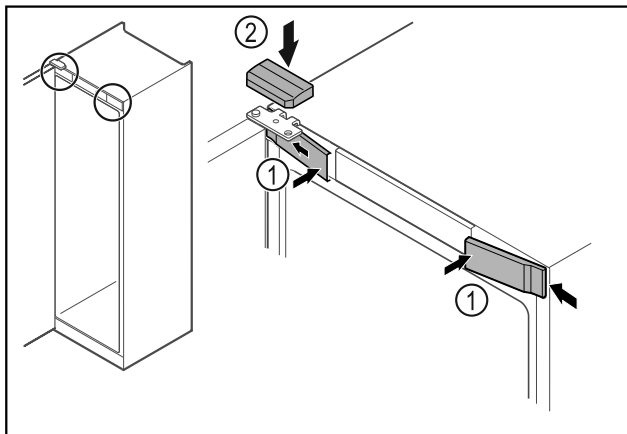

Fig. 63
- ▶ Įkabinkite priekines dengiamąsias plokšteles Fig. 63 (1) šone ir užfiksuokite.
- ▶ Užfiksuokite viršutinę dengiamąją plokštelę Fig. 63 (2) iš viršaus.